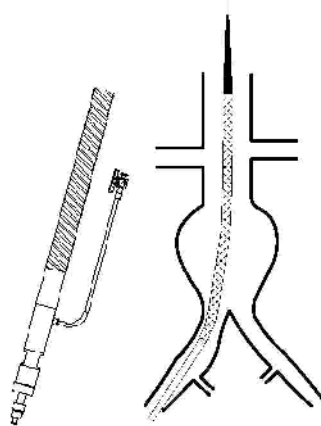

Рис. 5. Введение стент-графта AAA с системой доставки
- ✧ Продвигать систему доставки к брюшной аневризме по проводнику и всегда направлять гемостатический клапан к другой стороне пациента (Рис. 5).